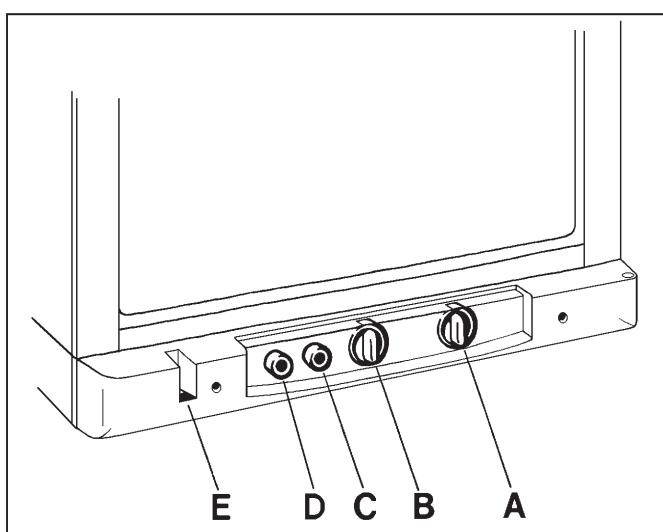

FIGURA 1
El frigorífico puede funcionar con corriente eléctrica de 230 V o con gas LP. El cambio de una modalidad de uso a otra puede efectuarse por medio de los mandos colocados según se ve en la figura 1.
Los números de posición hacen referencia a la figura 1.
Los números de posición hacen referencia a la figura 1. Una vez puesto en marcha el frigorífico, serán necesarias algunas horas para que el interior se enfrié. El frigorífico está regulado por un termostato, cuyo mando (B) debe ajustarse en la posición 3-5. Si se desea conseguir menos temperatura (más frío), ajuste el termostato a un número más alto.